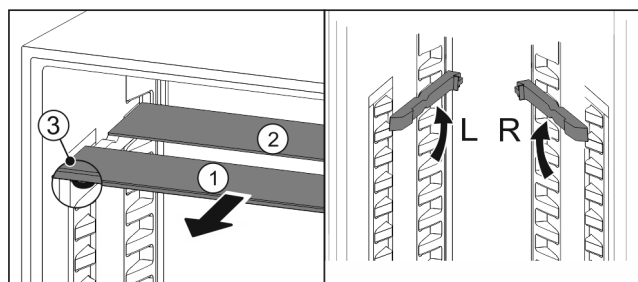

Fig. 82
- ▶ Sortir les tablettes par l'avant Fig. 82 (1).
- ▷ La tablette en verre Fig. 82 (1) avec bordure décorative est située à l'avant.
- ▷ Les butées Fig. 82 (3) sont orientées vers le bas.